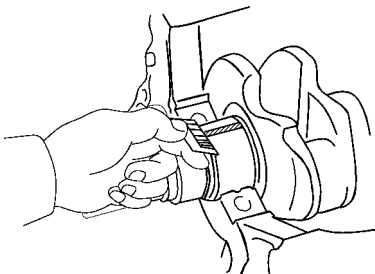

图 1-110 在塑料塞尺的最宽处测量
7) 拆下曲轴轴承盖，在塑料塞尺的最宽处进行测量，如图 1-110 所示。